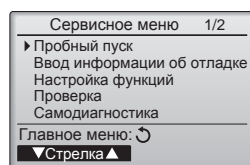

Рис. 1
- ① В сервисном меню выберите "Пробный пуск" и нажмите кнопку [ВЫБОР]. (Рис. 1)